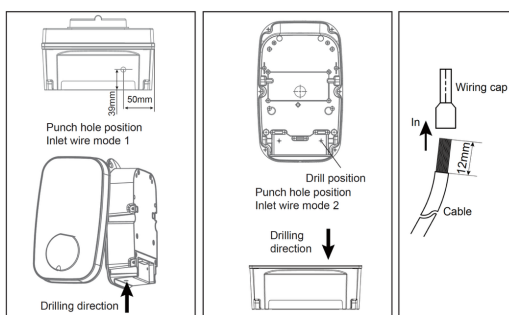

Fig. 13
- Respetar tamaño y posición indicados en la figura (referencia fig. 13).
- a5. Conecte el cable al bloque de bornes siguiendo la sección "Conexión del cableado eléctrico" (referencia fig. 13). Mantenga la correspondencia de conductores L/N/PE (monofásico) o L1/L2/L3/N/PE (trifásico).